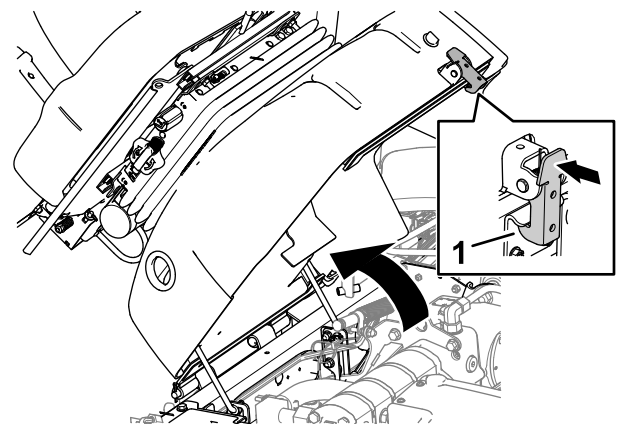

Figura 64
1. Mueva el enganche del asiento hacia fuera (Figura 64).